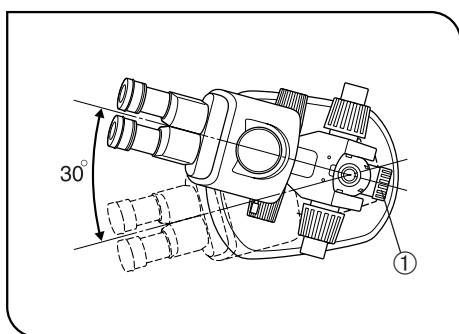

Fig. 1
2. För att undvika att mikroskopet faller omkull måste dess vänster-höger vridvinkel begränsas till 30° så som visas i fig. 1. Bordsytans lutningsvinkel måste begränsas till 5°.
4. För att justera mikroskopets höjd skall man hålla mikroskopkroppen med en hand och därefter lossa fokuseringsenhetens låsskruv ① (fig. 1). (Använd fallskyddsringen (SZX-R) som försiktighetsåtgärd.) Kläm inte fingrarna under justeringen.